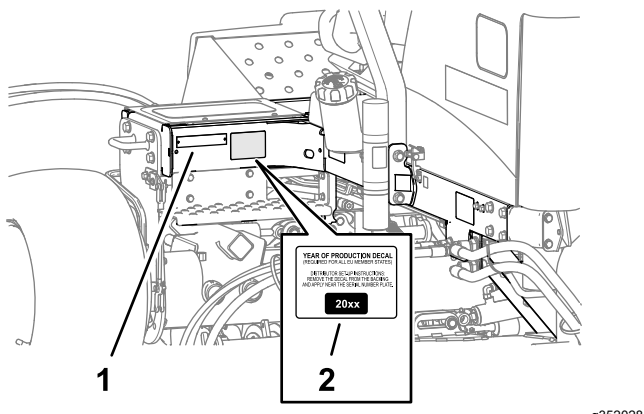

Figura 21
1. Curăai cu alcool cadrul din stânga, lângă plăcua cu modelul/numărul de serie i lăsaî cadrul să se usuce (Figura 21).
2. Îndepărtaî suportul i aplicai autocolantul cu anul de fabricaie pe cadru, lângă plăcua cu numărul de serie, aa cum se arată în Figura 21.